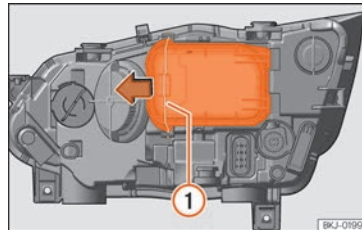

Fig. 102 En el vano motor: retirar la tapa.
- Desplace el tirante »» **fig. 102 1** en el sentido de la flecha y saque la tapa.